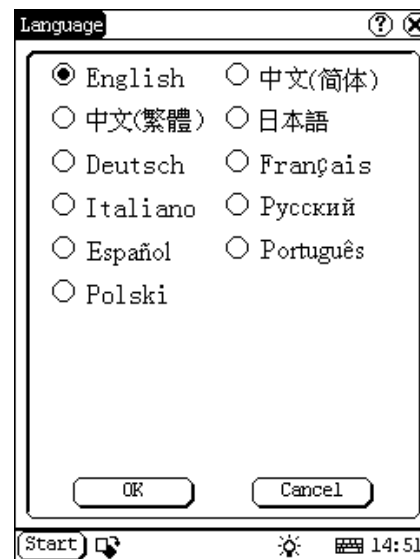

Abb. 4-42
- 1) Zum Öffnen des Interfaces der Sprache klicken Sie auf das Symbol 'Sprache'. Siehe Abb. 4-42.